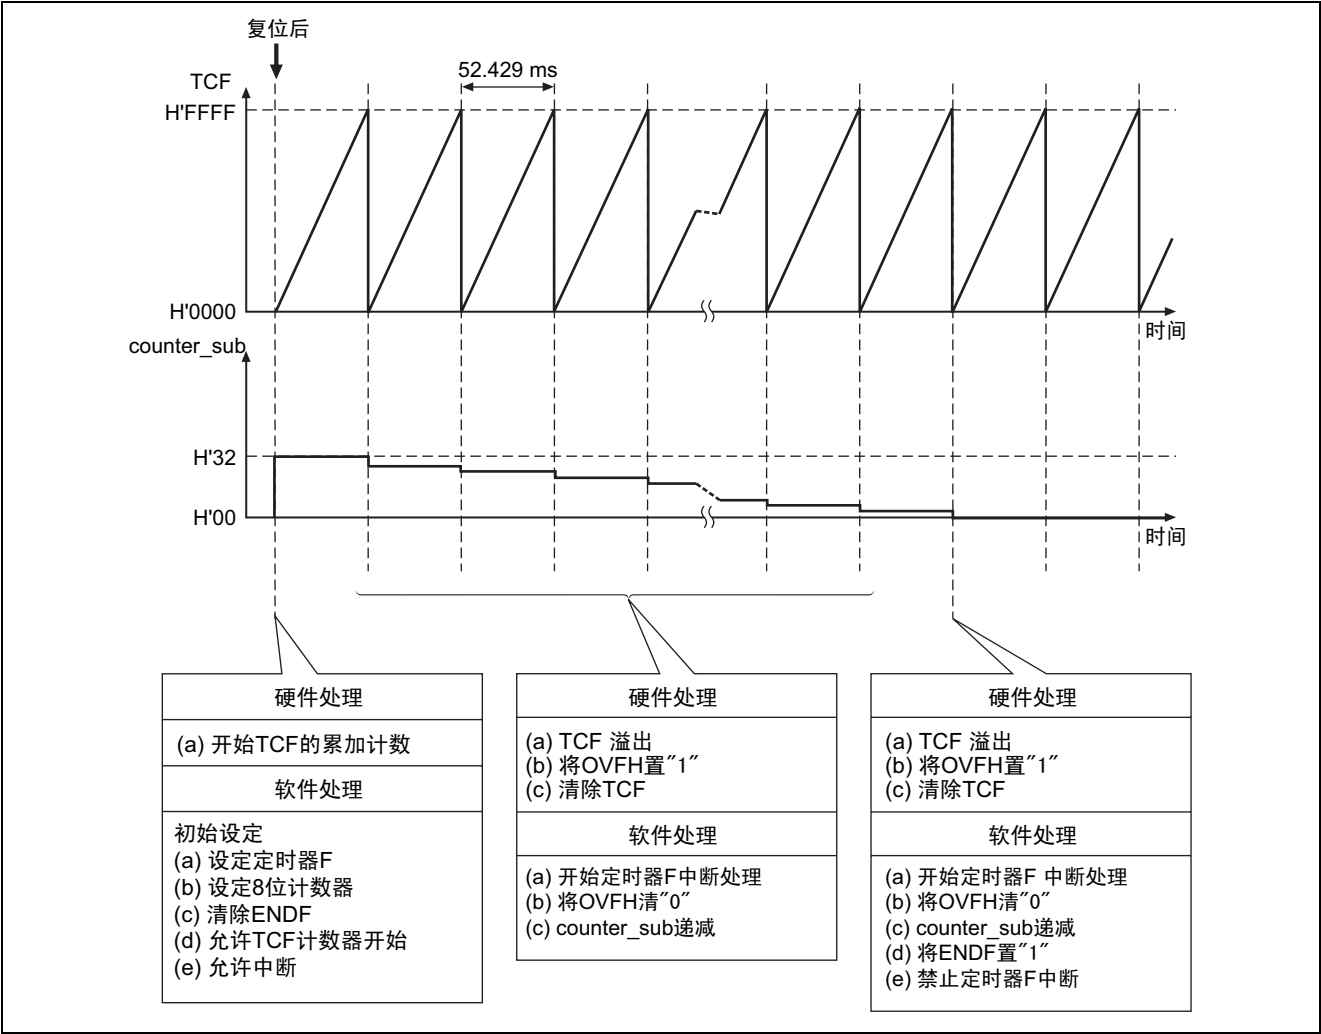

图 2 通过定时器 F 的 16 位定时器计数器功能进行中断次数计数的运行说明
(1) 运行说明如图 2 所示。根据如图 2 所示的硬件处理和软件处理，使用定时器 F 的 16 位定时器计数器功能进行中断次数的计数。